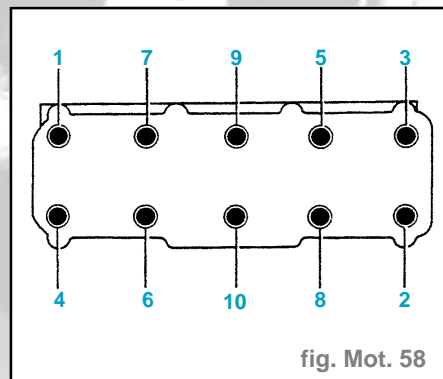

fig. Mot. 58
- Desserrer les boulons de culasse dans l'ordre indiqué et les dévisser complètement (fig. Mot. 58).